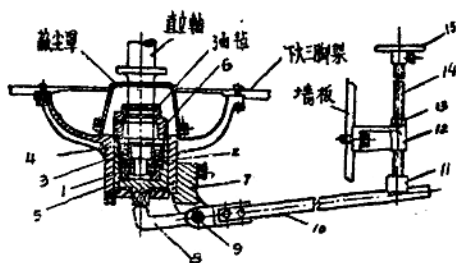

图 16
4. 照图16所示, 将洗滌好的51209推力軸承1、軸承套筒墊2及6310鋼珠軸承3裝入軸端座5內, 注入适量 (約五分之三) 的滑潤牛油和車油, 粘上軸承座蓋6, 然后一并裝入小三脚架4的座孔內。